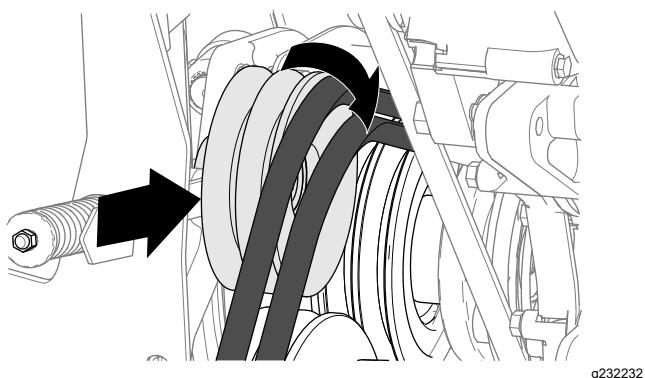

Figura 93
9. Rode a polia intermédia na direção do motor e retire as correias da máquina (Figura 93).